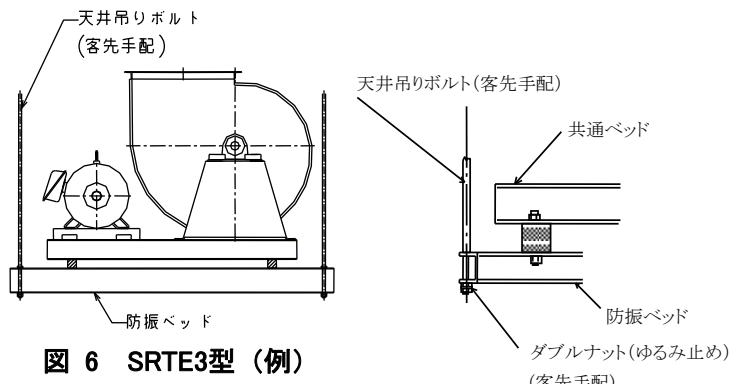
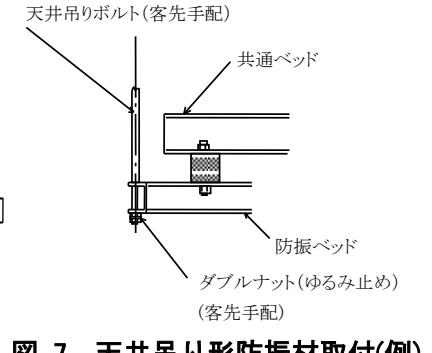

図 6 SRTE3型 (例)
図 7 天井吊り形防振材取付(例)
(4) 天井吊り形 (特殊仕様)
- ① 天井にあらかじめ埋め込まれた吊りボルトにより、ファンのベッドを水平に、4本の吊りボルト全部に荷重がかかるように取付けてください。(図 6)
- ② 吊りボルトは十分な強度のもの(ボルト自身および埋め込み状態とも)をご用意ください。
- ③ 据付け後、吊りボルトのナットはダブルナットとし、ゆるみ止めを必ず行ってください。(図 7)